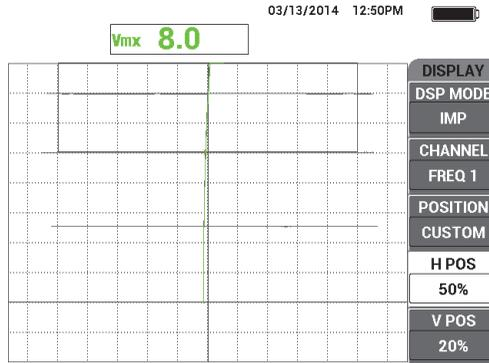

Figura 5-90 Uso della deflessione del segnale verticale per verificare gli spessori sconosciuti
11. Mantenere premuto il tasto REF SAVE () ed in seguito premere il tasto ERASE () per cancellare i segnali in tempo reale (vedere Figura 5-90 a pagina 203). È ora possibile verificare lo spessore di vernice sconosciuto mediante la deflessione del segnale verticale, il quale rappresenta il lift-off. Altrimenti, in base alle proprie preferenze, è possibile usare l'allarme per creare un semplice test di conferma/rifiuto.